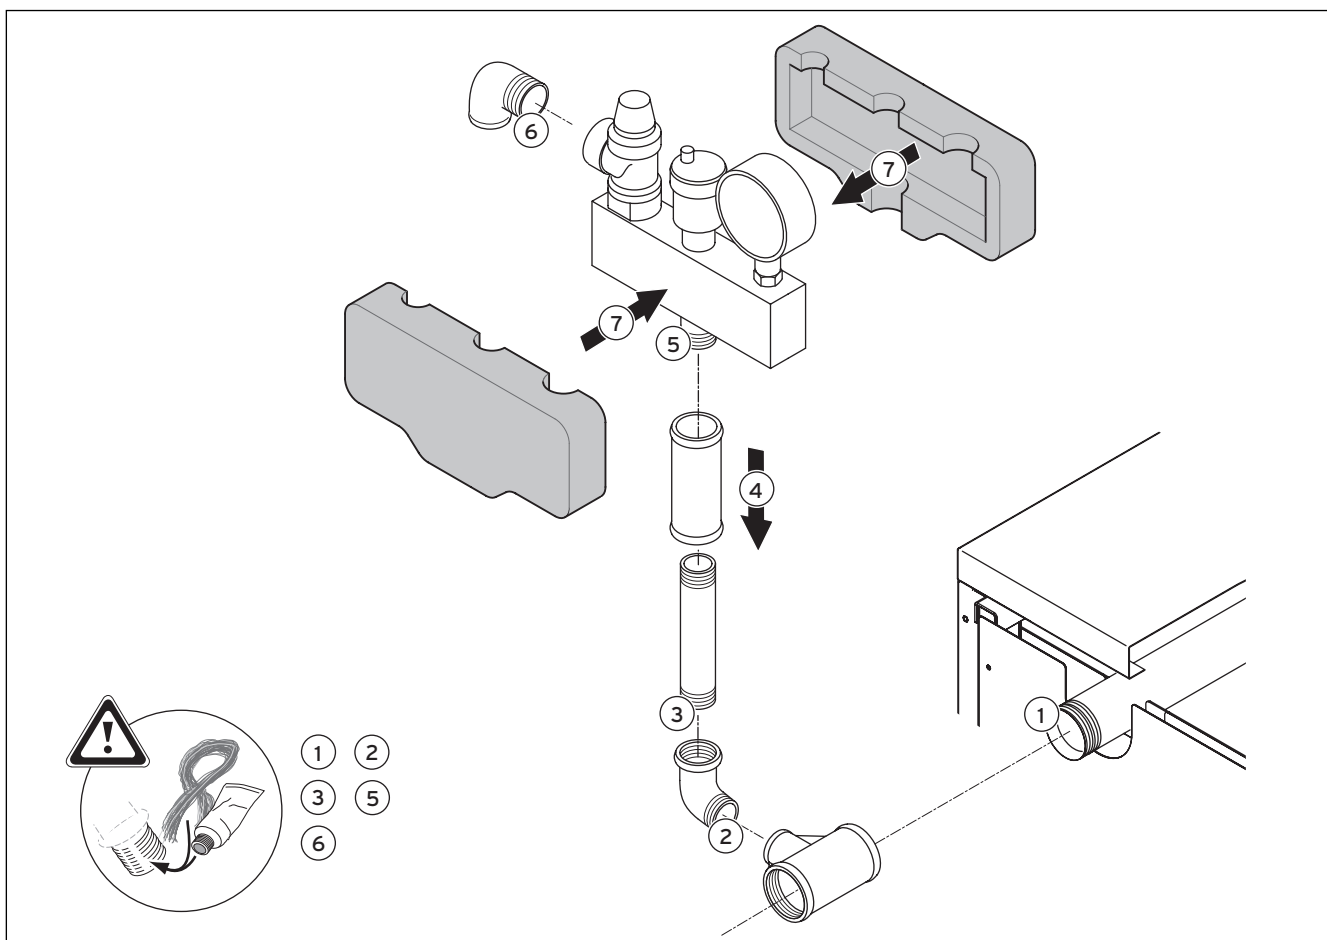

Fig. 4.1 Montage du groupe de sécurité
- Montez le groupe de sécurité de la chaudière tel qu'indiqué par la fig. 4.1.